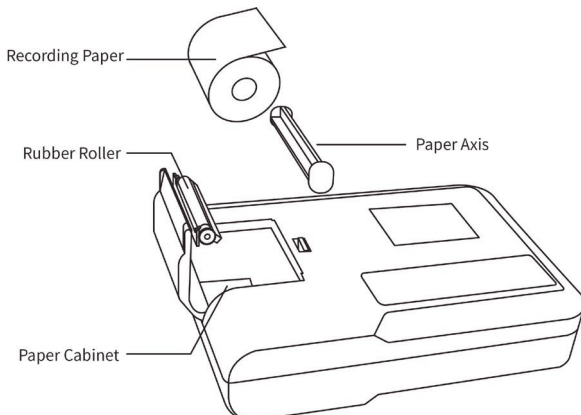

Figura 6-1 Instalación del papel de registro
1. Tal y como se muestra en la Figura 6-1, abra la tapa del armario de papel, saque el eje de papel, introdúzcalo en el rollo de papel, como aparece en la imagen. El lado del papel con las rejillas debe estar orientado hacia abajo, y luego instálelo en la posición adecuada en el gabinete de papel.